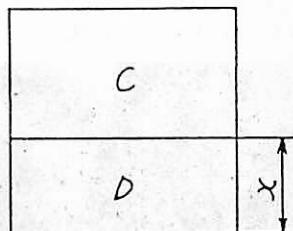

図3
- 前板と後ろ板のけがきがちょっと複雑で図3の前板Xの寸法は、横板の前の部分より12ミリ低くします。標準的な寸法は95~96ミリくらいですが、横板の出来具合によって変わってきますので、ここはちょっと時間をかけました。Cが後ろ板、Dが前板になります。